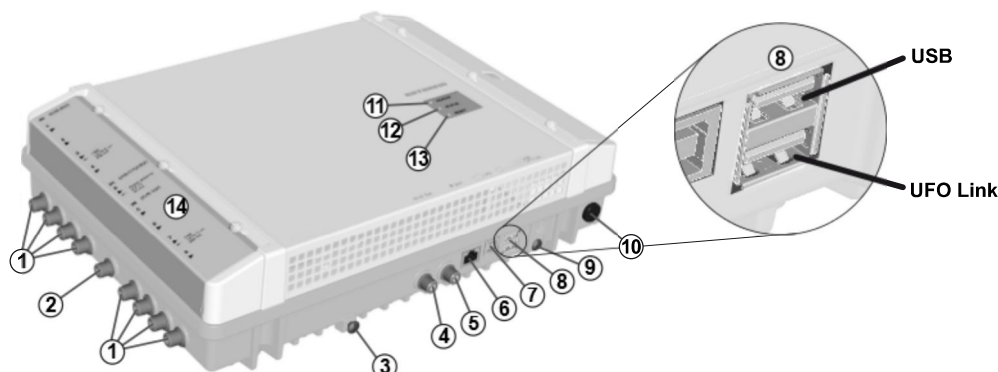

Abb. 1: Geräteelemente
- Gehäuse nicht öffnen und Gerät nicht verändern. Andernfalls erlöschen die Garantie und die Gewährleistung. Ausnahme: Abdeckung der CI-Schächte (Ⓢ in Abb. 1, S. 3)
1. Schließen Sie eine Potenzialausgleichsleitung (Cu, $\geq 4 \text{ mm}^2$) an der Erdungsschraube an; siehe ⑨ in Abb. 1, S. 3.
- Die Stecker müssen am Master und Slave in die jeweils passende UFO Link-Schnittstelle gesteckt werden (⑧ in Abb. 1).
4. Schließen Sie die HF-Signalleitungen für Antenne, Kabelnetz und Ausgang an die Kopfstellen an; siehe ①, ② und ③ in Abb. 1, S. 3. Achten Sie darauf, die Ein- und Ausgangsleitungen dem Master und dem Slave richtig zuzuordnen.²⁾